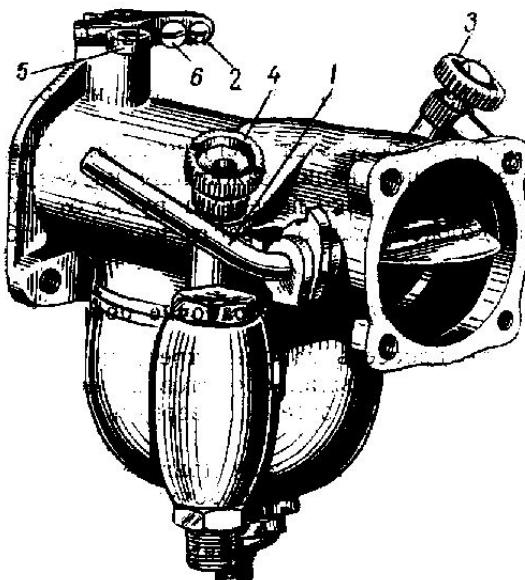

Рис.23 Карбюратор мотоцикла Индиан:
- Завернуть до отказа обе регулировочные иглы 3, 4 (рис. 23).